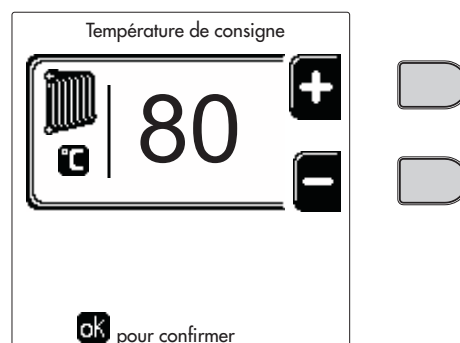
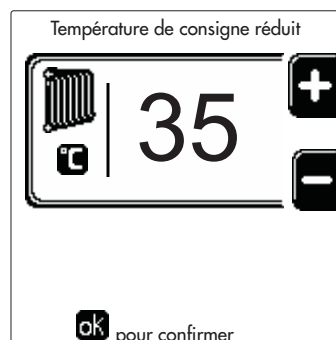
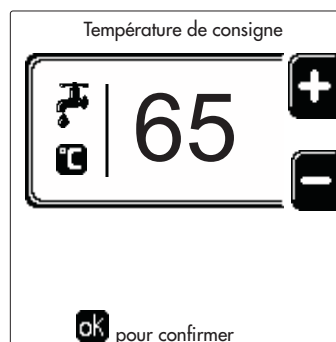

fig. 13
fig. 14
fig. 15
- **ON**. En cas de demande Chauffage/ECS, la chaudière fonctionne à la Température de Réglage Chauffage/ECS (fig. 13/fig. 15) réglée.
- En cas de demande de Chauffage/ECS, la chaudière fonctionne en Température de réglage réduite. La température réduite est obtenue en soustrayant la valeur de la température de réglage réduite (fig. 14/fig. 16) de la température de réglage du chauffage/ECS (fig. 13/fig. 15) définie.